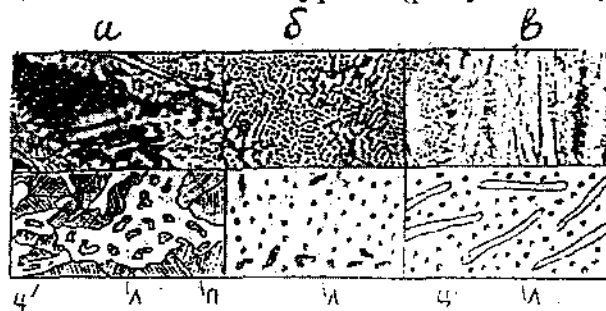

Рисунок 5.2 - Микроструктура белых чугунов и схема их зарисовки: а) доэвтектического; б) эвтектического; в) заэвтектического
- доэвтектические, содержащие от 2,14 до 4,3% углерода. Структура их состоит из перлита, вторичного цементита и ледебурита (рисунок 5.2, а);
- эвтектические, содержащие 4,3% углерода. Структура их состоит из ледебурита (рисунок 5.2, б);
- заэвтектические, содержащие от 4,3 до 6,6% углерода. Структура их состоит из первичного цементита и ледебурита (рисунок 5.2, в).